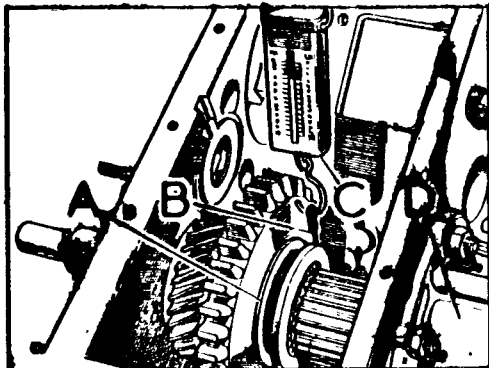

Fig. C-43 Comprobación de la carga --
- b) Medir la resistencia al giro del eje de salida, utilizando una cuerda de nylon sujeta a un dinamómetro. La cuerda se enrollará en la garganta del piñón de "Baja" y se anotará la lectura del dinamómetro para hacer girar el eje de salida después de vencer su inercia. Se comprobará que no hay deslizamiento de la cuerda, porque es todavía una lectura falsa (Fig. C-43).